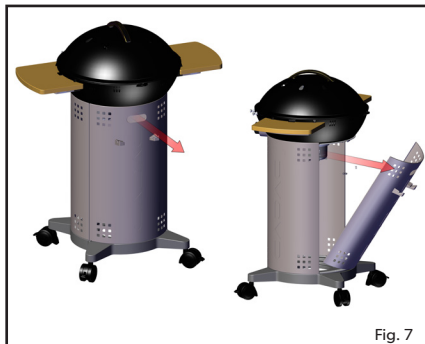
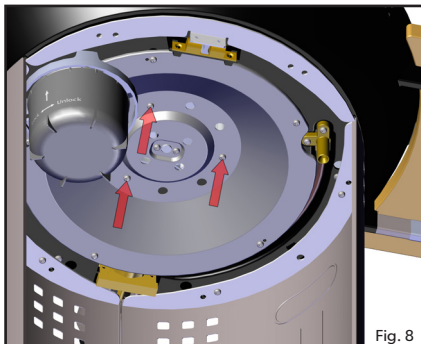
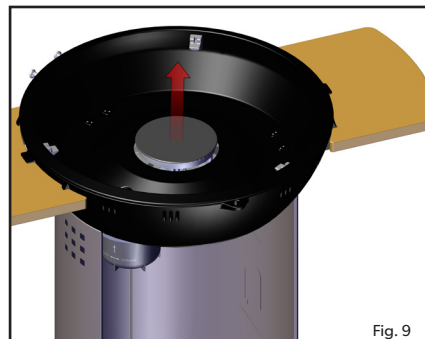
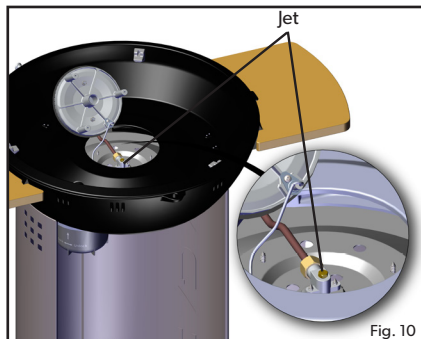

Fig. 7
Fig. 8
Fig. 9
Fig. 10
- Byte av munstycket: Dra ut den bakre panelen med hjälp av handtaget (fig. 7). Ta av locket, grillgallret, grythållaren och andra lösa delar från grillen. Skruva ur de 3 skruvarna på grillens undersida enligt fig. 8, så att brännaren frigörs. Lyft försiktigt ut brännaren (fig. 9). Observera att brännaren är ansluten till ledningen för piezotändningen. Dra INTE ur brännaren med kraft, eftersom du riskerar att ledningen för piezotändningen går av. Lägg försiktigt brännaren så att munstycket syns (fig. 10). Du kan nu ta av munstycket med en lämplig skruvnyckel. Använd inte en tång, eftersom den kan skada munstycket så att det blir oanvändbart eller omöjligt att ta av. Skruva in det nya munstycket i ventilen. Dra inte åt munstycket för mycket, eftersom det kan skadas.